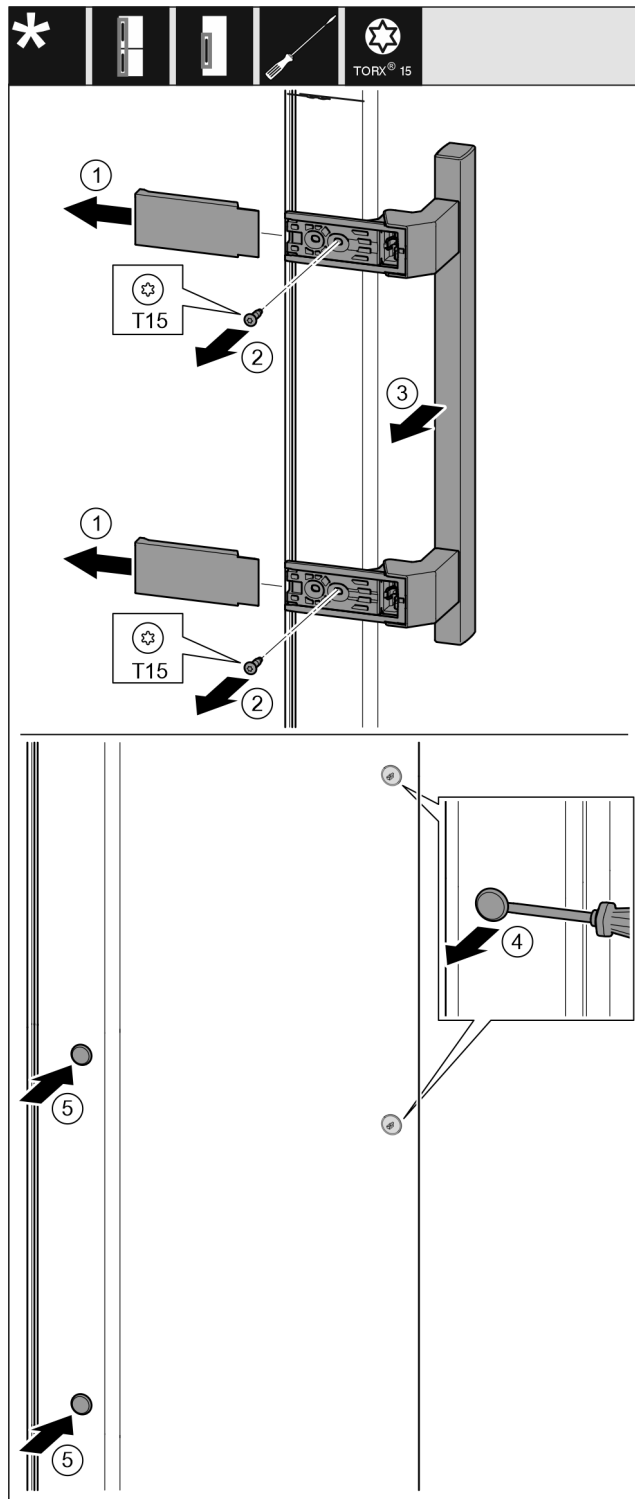

Fig. 39
- ▶ 拆下盖板。 Fig. 39 (1)
- ▶ 用 T15 螺丝刀将螺钉旋出。 Fig. 39 (2)
- ▶ 取下把手。 Fig. 39 (3)
- ▶ 用带槽螺丝刀小心地提起侧边的堵头并将其拉出。 Fig. 39 (4)
- ▶ 将堵头重新放入另一个侧。 Fig. 39 (5)